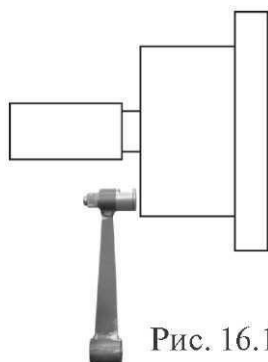

Рис. 16.1
21.1.1. Калибровка тракта измерения дистанции. Для оценки погрешности устройства ввода дистанции выдвиньте штангу ввода параметров и уприте рукоятку в задний торец фланца вала, как показано на рис. 16.1. При этом на экране ввода геометрических параметров (см. рис.10.2) появится
Нажмите кнопку «MENU», в открывшемся окне MENU выберите пункт 7 «Далее», нажав кнопку 7 в верхнем ряду клавиатуры. Откроется вторая страница окна MENU (см. рис.16.1). Выберите пункт 3 «Тест»,